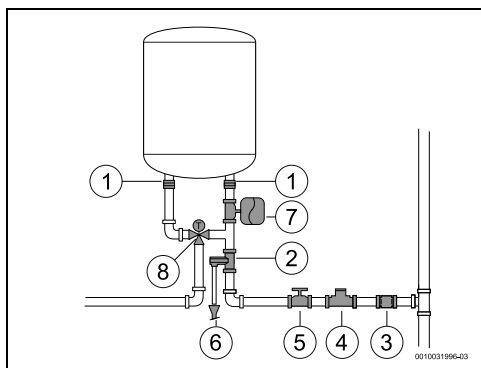

Fig. 10 Ligação de água
- ▶ Instalar um regulador termostático (Fig. 10, [8]) no tubo de saída do aparelho se forem utilizados tubos PEX. Deverá ser ajustado de acordo com o desempenho do material utilizado.
- ▶ Nunca instalar nenhum acessório (para além dos representados na Fig. 10) entre a válvula de segurança e a entrada de água fria (lado direito) do aparelho.
- ▶ instalar uma válvula redutora (Fig. 10, [4]). A válvula de segurança vai atuar sempre que a pressão da água no aparelho for superior a 8 bar (± 1 bar), pelo que é necessário prever uma forma de canalizar o escoamento dessa água.
- ▶ instalar um vaso de expansão (Fig. 10, [7]) para evitar que a abertura da válvula de segurança seja tão frequente. O volume do vaso de expansão deve ser o equivalente a 5% do volume do aparelho.